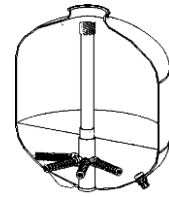

FIG. 6
2. Mettre le diffuseur complet avec le tube au fond du bol. Remplissez le bol avec de l'eau jusqu'à la première ligne du bol Fig.6. Cette procédure sert à donner de la stabilité au diffuseur.